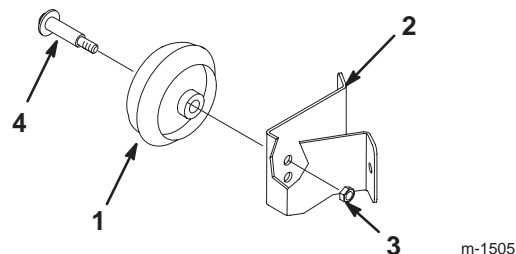

Figure 7
1. Enlevez le boulon de fixation de la roue et placez-le dans le trou voulu (Fig. 7).
2. Utiliser le trou du haut pour la plus petite hauteur de coupe, et le trou du bas pour les hauteurs de coupe supérieures (Fig. 7).